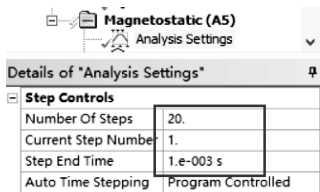

图 10-23 步数设置
(1) 单击【Magnetostatic (A5)】。
(2) 设置步数: 单击【Analysis Settings】→【Details of “Analysis Settings”】→【Step Controls】→【Number Of Steps】= 20, 【Current Step Number】= 1, 【Step End Time】= 0.001s, 其他默认, 如图 10-23 所示。然后在数据表格输入如下数据: 0.002、0.003、0.004、0.005、0.006、0.007、0.008、0.009、0.010、0.011、0.012、0.013、0.014、0.015、0.016、0.017、0.018、0.019、0.020, 如图 10-24 所示。